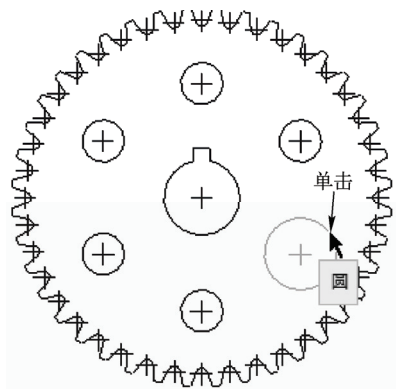

图 4-63 单击鼠标左键
STEP 03 在绘图区中合适的圆上单击鼠标左键，如图 4-63 所示。